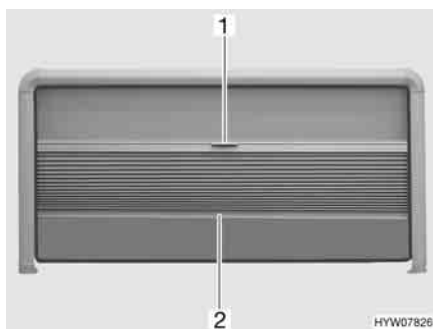

Fig. 43 Finestra apribile
- Afferrare la tendina oscurante pieghevole al centro dell'asta di chiusura (Fig. 43,2) e tirare delicatamente verso il basso.
- Tenere la parte centrale dell'asta di chiusura (Fig. 43,2) della tendina oscurante pieghevole e spingere quest'ultima verso l'alto con cautela.
- Tirare la zanzariera a rullo verso il basso utilizzando la maniglia (Fig. 43,1).
- Spingere la zanzariera a rullo completamente verso l'alto utilizzando la maniglia (Fig. 43,1).